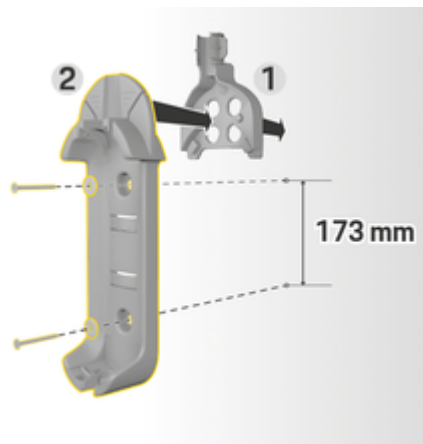

Fig. 24: Cotes de perçage
3. Pressez l'installation murale de base 2 (Fig. 24) dans le guide-câble 1 (Fig. 24) depuis l'avant.